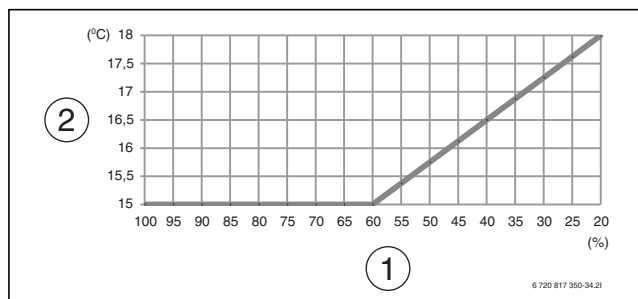

Bild 20 Lägsta temperatur på inkommande luft för kompressordrift
- ▶ Se diagrammet för inställning av lägsta temperatur i förhållande till fläkthastigheten (→Bild 20).
Diagrammet (→Bild 20) är en beräknad generell beskrivning av sambandet mellan fläkthastighet och lufttemperatur. I en verklig installation påverkar ventilationssystemets utformning luftflödet, så att en given fläkthastighet kan kräva en högre lufttemperatur än vad diagrammet visar.